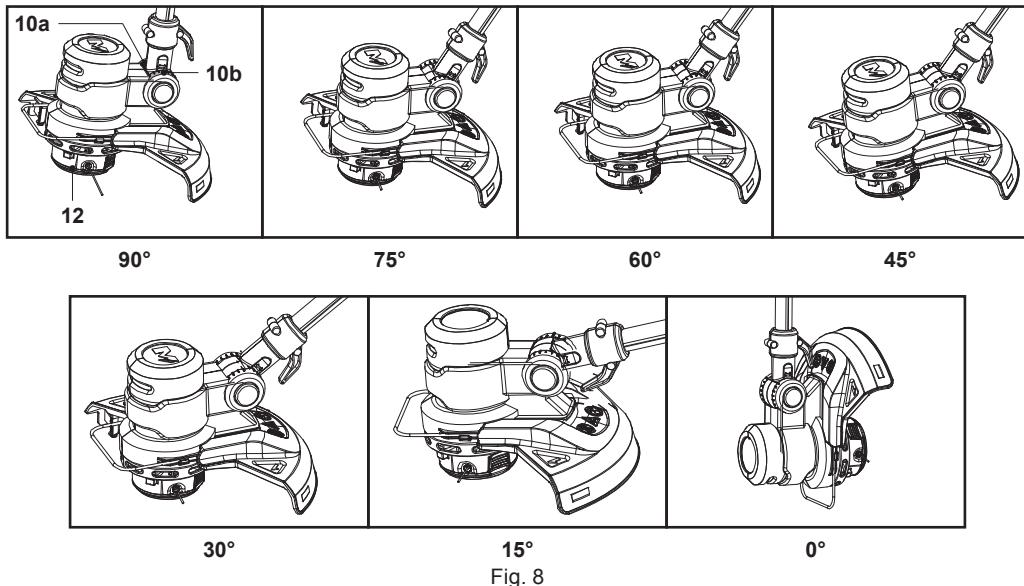

Fig. 8
Înclină capul de tăiere (12) aliniind indicatorul (10a) cu linia indicatoare (10b) (fig. 8) astfel încât să se potrivească cu condițiile solului pentru tăiere sau tundere la margini.